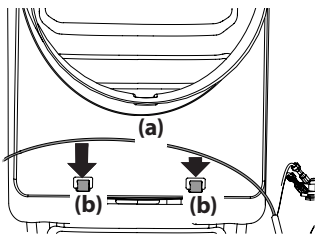

Figura 12
4. Asegure el arnés de faros delanteros (a) en las dos guías (b) del frente del pleno. Figura 12.